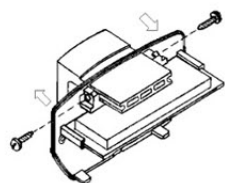

Рис.4
3. Установите основание с печатной платой на кронштейн на таком расстоянии от стены, чтобы карнизы не загораживали зону обнаружения. Фиксация положения основания на кронштейне осуществляется с помощью винтов (рис.4).